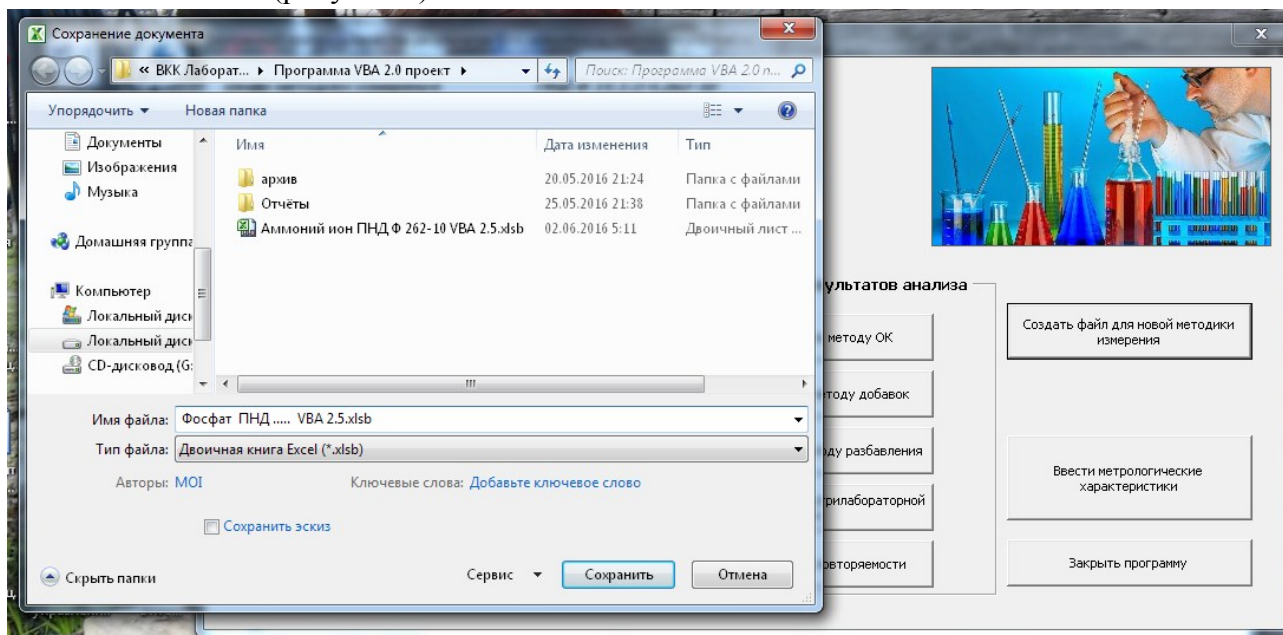

Рисунок 6
3.4.1. Создание нового файла осуществляется нажатием кнопки «Создать файл для новой методики измерения» в главном диалоговом окне программы (рисунок 6)